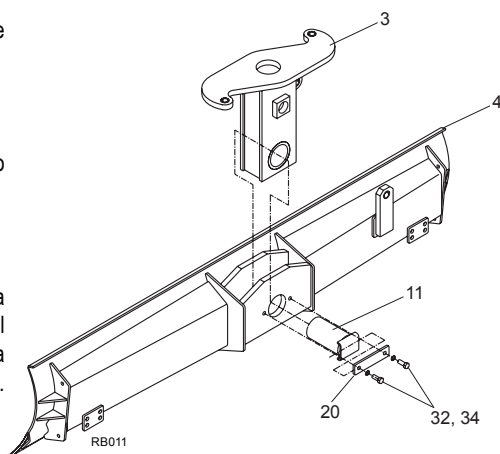

Figura 8. Instalación de la quinta al cucharón
A. (Se hace referencia en la Figura 8) Una la quinta (3) al cucharón (4) insertando el perno pivote del cucharón (11). Inserte el retén del perno pivote (20) a través del extremo del pivote del cucharón (11). Asegure con los dos tornillos (32) y rondanas (34).